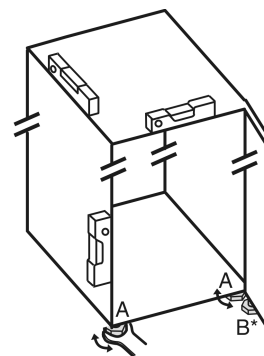

Fig. 24
- ▶ Stellfüße Fig. 24 (A) mit beiliegendem Gabelschlüssel und mit Hilfe einer Wasserwaage herausdrehen, bis das Gerät fest und ebenstehend ausgerichtet ist.
► Stellfuß *Fig. 24 (B)* am Lagerbock mit beiliegendem Gabelschlüssel herausdrehen, bis er auf dem Boden aufliegt.
► Stellfuß *Fig. 24 (B)* maximal um 90° weiter drehen, um eine Beschädigung der Tür zu vermeiden.